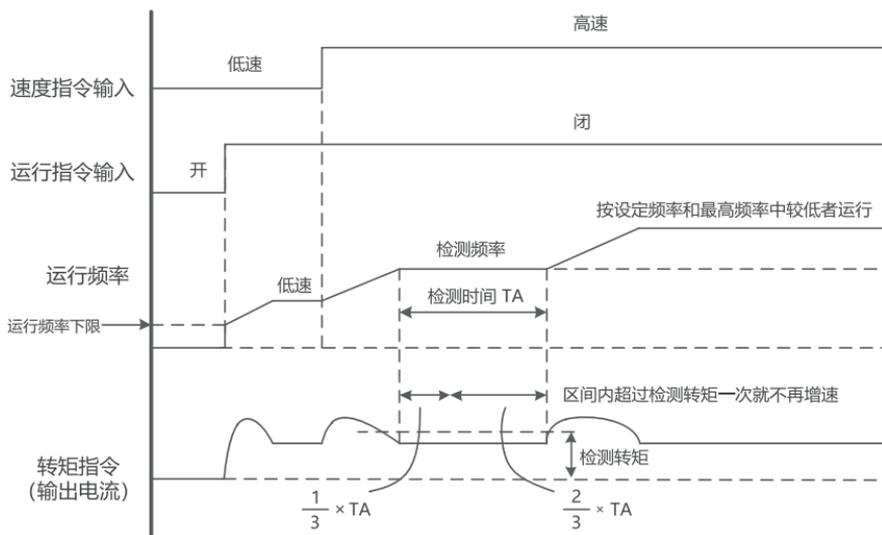

图7-3-6 轻负载增速1功能时序图
变频器根据转矩指令或输出电流的大小, 若检测到轻负载则提高频率指令运行, 以缩短运行时间。此功能决定是否允许轻负载时加速至设定的频率指令, 也就是轻负载时变频器按照设定频率指令运行, 如图7-3-6。
(1) 轻负载增速1功能时序图如图7-3-6所示, 当系统设定轻载增速1功能有效时, 若设定频率大于轻载增速1检测频率, 则加速到轻载增速1检测频率处, 经过轻载增速1检测时间TA的1/3时间后进行负载判断。
- (2) 当变频器转矩指令(开环矢量控制1时为变频器输出电流)持续了轻载增速1检测时间的2/3时间,期间恒小于轻载增速1检测转矩时则进行增速,并按照频率指令和轻载增速1最高频率中较低的频率运行。
- (3) 在轻载增速1检测时间的2/3时间内,若变频器转矩指令(开环矢量控制1时为变频器输出电流)大于轻载增速1检测转矩,则按照轻载增速1检测频率继续运行,此后即使转矩指令变小了也不再增速。